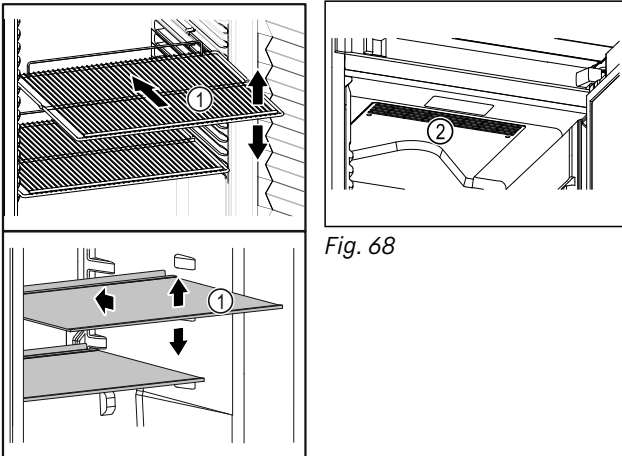

Fig. 67 Voorbeeld
- Als draagplateaus Fig. 67 (1) verstelbaar zijn, kunnen deze in de hoogte worden aangepast.